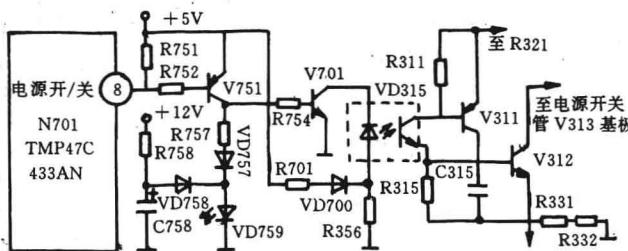

图 71 牡丹 54C10A 型机电源开/关控制电路
牡丹 54C10A 型机电源开/关控制电路(见图 71)为例,将光电耦合器隔离控制电路分析如下:当开机接通电源开关时,由副电源电路产生的 +5 V 电压供给微处理器 N 701 (TMP47C433AN)④脚(V DD)和 N 701 ③脚复位电路,对微处理器进行清零复位初始化工作,并在时钟的控制下, N 701 ⑧脚(电源开/关控制端)输出低电平(0 V)→驱动三极管 V 751 饱和导通(此时 VD 759 电源指示发光二极管点亮)→V 701 亦饱和导通→光电耦合器 VD 315 内发光二极管发光(以上为冷端)→VD 315 内的光敏三极管被光激励而导通(以下为热端)→光电耦合器控制管 V 311 饱和导通→开关管基极分流控制管 V 312 随之饱和导通→开关管 V 313.b 极电流被 V 312 旁路而 V 313 截止不工作,电视机处于“等待”状态。